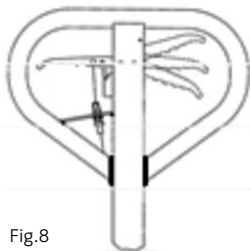

Fig.8
- Se os garfos não descerem quando a alavanca de controlo estiver na posição BAIXO, rode a porca de ajuste no sentido horário até que o levantar da alavanca de controlo baixe os garfos. Em seguida, verifique a posição NEUTRO de acordo com a fig. 8 e ter a certeza de que a porca de ajuste esta na posição correta.